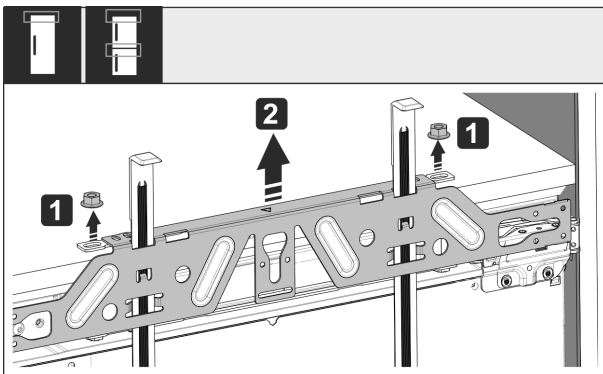

Fig. 52
- Shtrëngoni kundërdadot Fig. 52 (1).
- Hiqni traversën e mbërthimit Fig. 52 (2).